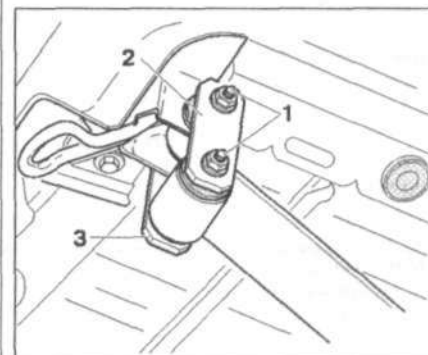

Рис. 9.55. Открутите гайки 1 крепления серег 2 и 3. Снимите серги 2 и 3.
6. Открутите гайки 1 крепления серег 2 и 3 (рис. 9.55). Опустите балку задней оси с помощью подъемника. Снимите серги 2 и 3.